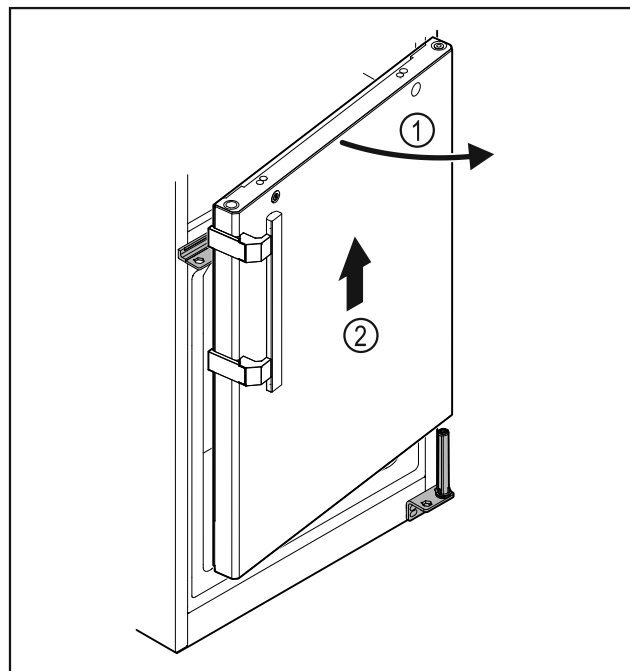

Fig. 33
- ▶ Zľahka otvorte dvere Fig. 33 (1), zdvihnite ich cca 200 mm rovno nahor a odoberte Fig. 33 (2).